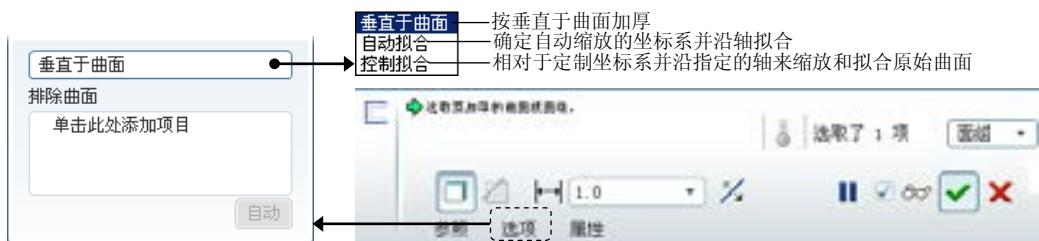

图 6.6.9 操控板
Step3. 选择下拉菜单 **编辑(E)** ➔ **加厚(L)...** 命令，系统弹出图 6.6.9 所示的特征操控板。